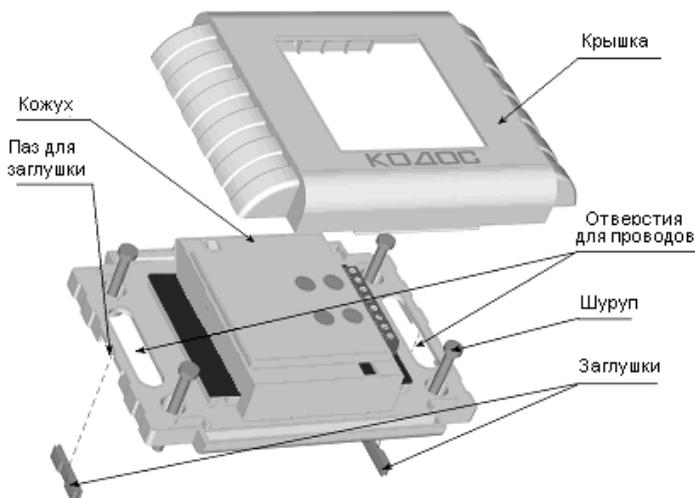

Рисунок 5 – Крепление адресного блока «КОДОС А-09»
5.4.2 Снять с изделия крышку (рисунок 5).
- в случае если провода подходят сбоку адресного блока (например, из короба или гофрированного шланга), снять заглушки (рисунок 5);
- через отверстия для проводов (если провода идут из стены) или через пазы для заглушек и отверстия для проводов (в случае, если провода подходят сбоку) (рисунок 5), протянуть провода к кожуху адресного блока;